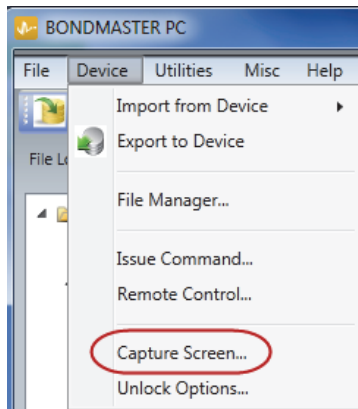

图 7-1 BondMaster PC 软件的设备菜单
3. 在 **Device**（设备）菜单中，选择 **Capture Screen**（截取屏幕）（参见第 164 页的图 7-1）。